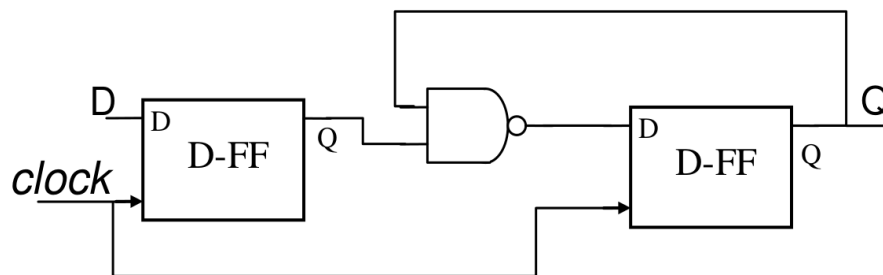

Figura 1: Exemplo de esquemático.
4. \*Considere o circuito da **Figura 1**. Desenhe seu **esquemático** utilizando as células **DF3**, **NAND22**. Como sinal de entrada deve colocar o **clock** e **D**; como sinal de saída, **Q**. Gere o símbolo para a célula e faça todas as verificações necessárias. Certifique-se que não haja erros ou *warnings*.